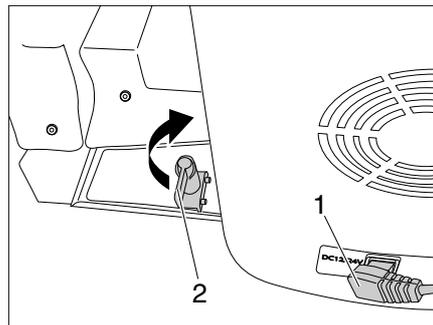

Bild 86 Verschlusssicherung
- 12-V-Anschluss (Bild 86,1) an der Kühlbox abziehen.
- Verschlusssicherung (Bild 86,2) an der Halteplatte um 180° nach vorne drehen.
- Verschlussicherung (Bild 86,2) an der Halteplatte um 180° nach hinten drehen.
- 12-V-Anschluss (Bild 86,1) an der Kühlbox einstecken.